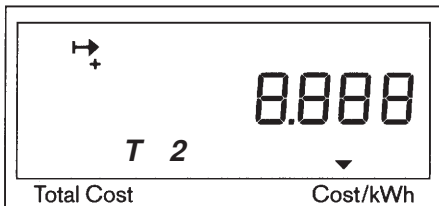

Fig. 3.2
| Fig. 3.2 | Costo per kWh T2 (Cost/kWh) | Fig. 13.2 | Tensione istantanea L2 (V) |